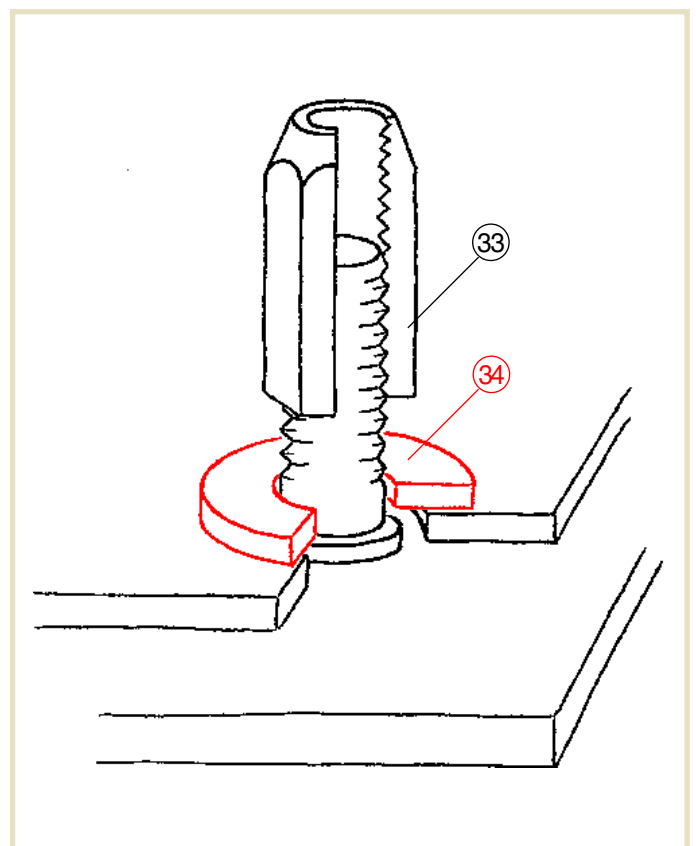

Рис. 35: Соединение верхнего и нижнего блоков центрирующими гайками
- При правильном расположении верхнего блока он самостоятельно фиксируется на нижней части посредством 4 центрирующих винтов (31). При неправильной ориентации блока между контактными поверхностями образуется зазор.
- Ослабьте 4 центрирующие гайки (33), вставьте шайбы (34) (A8.4 DIN 902, сталь), которые могут находиться за защитной водонепроницаемой дверцей наружного блока, и закрепите блоки между собой, затянув центрирующие гайки (см. Рис. 35).